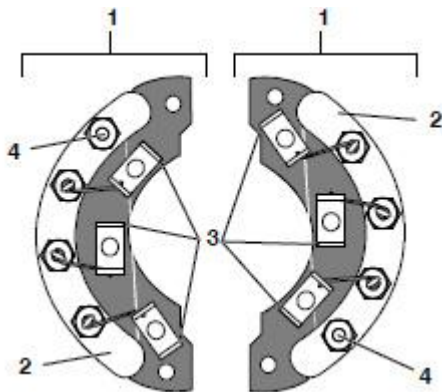

Рисунок 4-5. Выпрямитель генератора переменного тока
2. Промаркируйте и разъедините провода ротора генератора переменного тока идущие к зажимам выпрямителя. Заметьте, что зажимы маркированы красной краской для первых диодов, а черной для последних в сборке диодов. Маркируйте и разъедините контакты возбуждителя от двойных наконечников кабеля. (см. Рисунок 4-5)